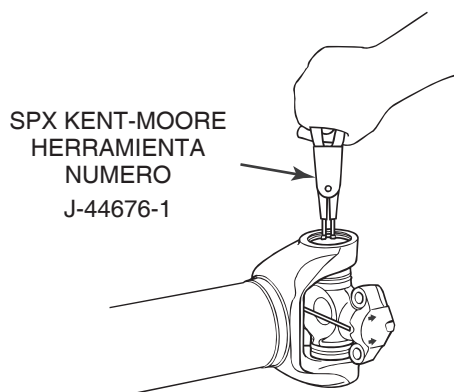

Figura 4.4
- Use pinzas para aro elástico (SPX Kent-Moore numero de parte J-44676-1) para retirar los aros elásticos. Figura 4.4.